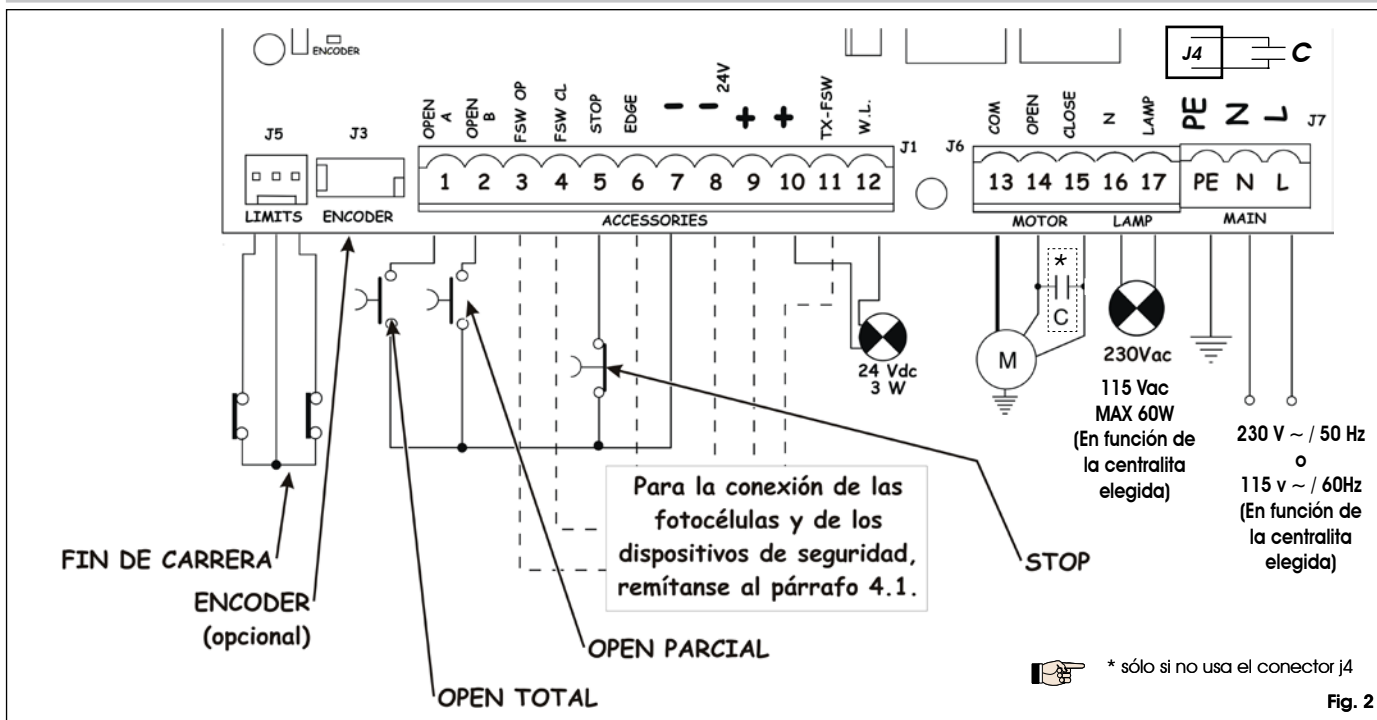

Fig. 2
4.2. Regleta de bornes J7 - Alimentación (fig. 2)	pág.34
4.3. Regleta de bornes J6 - Motores y destellador (fig. 2)	pág.34
4.4. Regleta de bornes J1 - Accesorios (fig. 2)	pág.34
4.6. Conector J6 - Acoplamiento rápido Fin de carrera (fig. 2)	pág.35
4.7. Conector J3 - Acoplamiento rápido Encoder (fig. 2)	pág.35
Conecten el cable de tierra al específico borne previsto en el conector J7 del equipo (véase fig.2).
4.2. Regleta de bornes J7 - Alimentación (fig. 2)
4.3. Regleta de bornes J6 - Motores y destellador (fig. 2)
4.4. Regleta de bornes J1 - Accesorios (fig. 2)